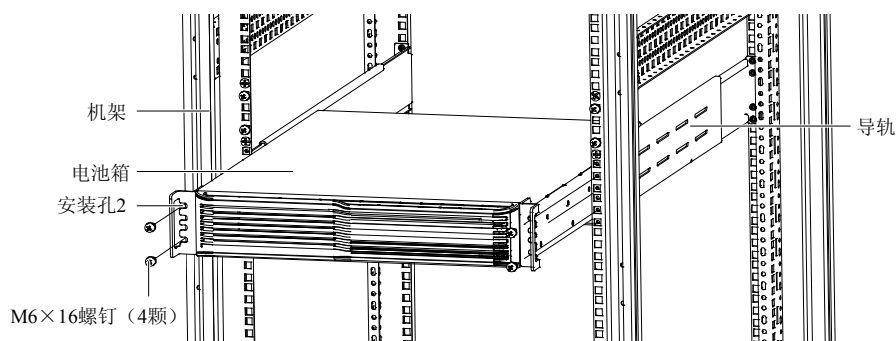

图2-8 安装电池箱
2. 将电池箱放置于机架的导轨上（禁止通过挂耳搬运电池箱），推入电池箱直到推不进去为止，从附件中取出 M6×16 螺钉（4 颗），通过挂耳上的安装孔 2 将电池箱固定在机架上，如图 2-8 所示。